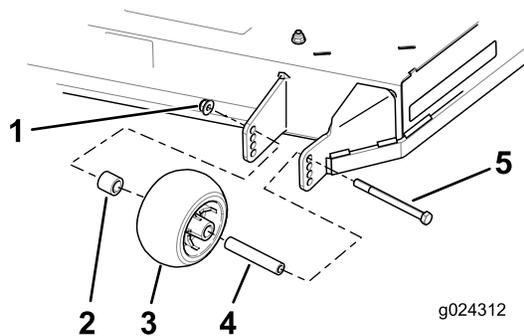

Figure 27
3. Retirez l'écrou à embase, le galet anti-scalp et le boulon du support (Figure 27).
- Alignez le boulon et le galet anti-scalp dans le trou du support correspondant le mieux à la position de hauteur de coupe (Figure 27).
- Insérez le boulon dans le trou du support et fixez le boulon et le galet anti-scalp avec l'écrou à embase (Figure 27).